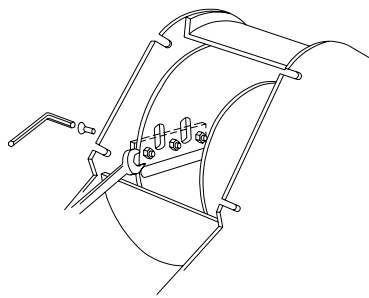

Fig. 13
- Placer les clés dans les deux ouvertures (fig. 13) et enlever la lame .
- Oter la trémie latérale après avoir dévissé les 3 écrous (fig. 13)